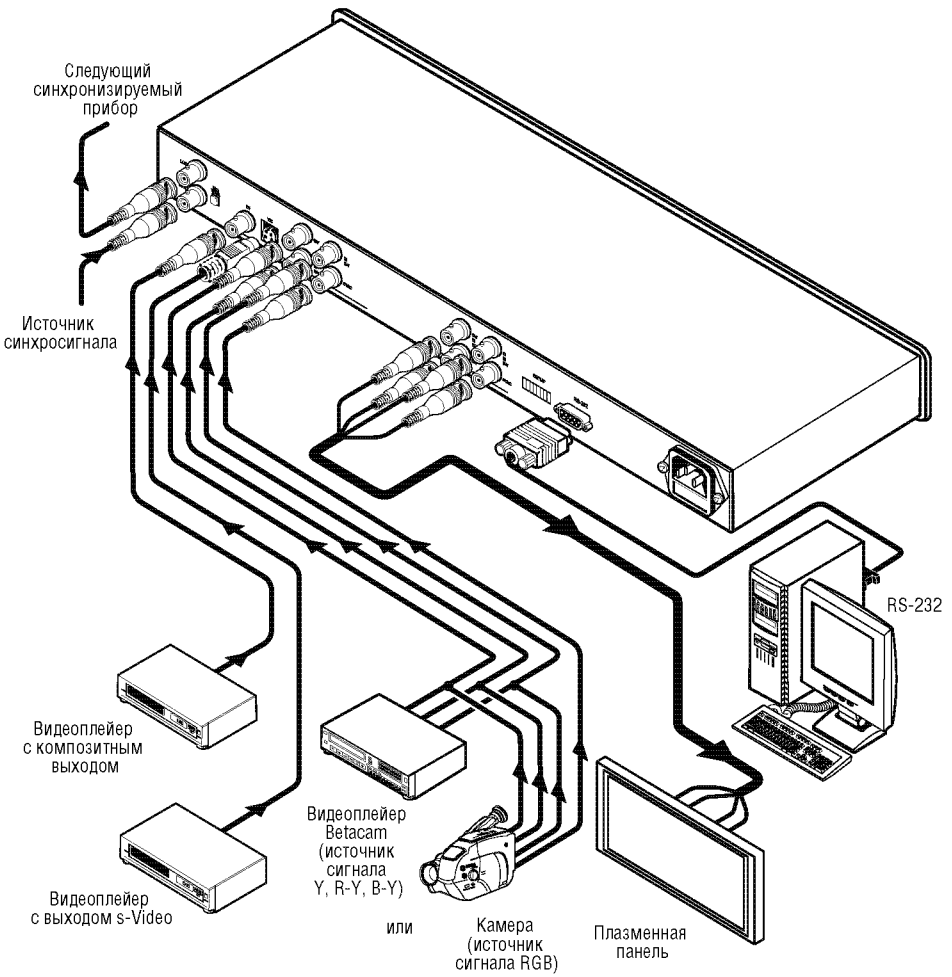

Рис. 3. Подключение источников и приемников сигнала
FC-4002 можно использовать для преобразования одного из видеосигналов — композитного, s-Video или компонентного (YUV или RGB/S) — либо в компонентный видеосигнал, либо в композитный одновременно с s-Video¹. На представленном на рис. 3 примере к выходу прибора подключена плазменная панель (используется сигнал RGBS).
9. Присоедините сетевой шнур (не показан на рис. 3). Рекомендуется использовать только сетевой шнур, входящий в комплект поставки прибора.
Рис. 3 иллюстрирует подключение источников и приемников сигнала к **FC-4002**.